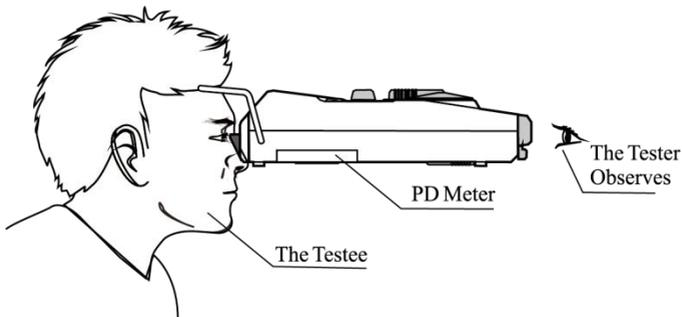

Figure 6
b. Placez légèrement le support frontal sur le front des personnes testées et le support nasal légèrement sur l'arête nasale de la personne testée, puis maintenez l'appareil à l'horizontale (comme indiqué sur la Fig.6).